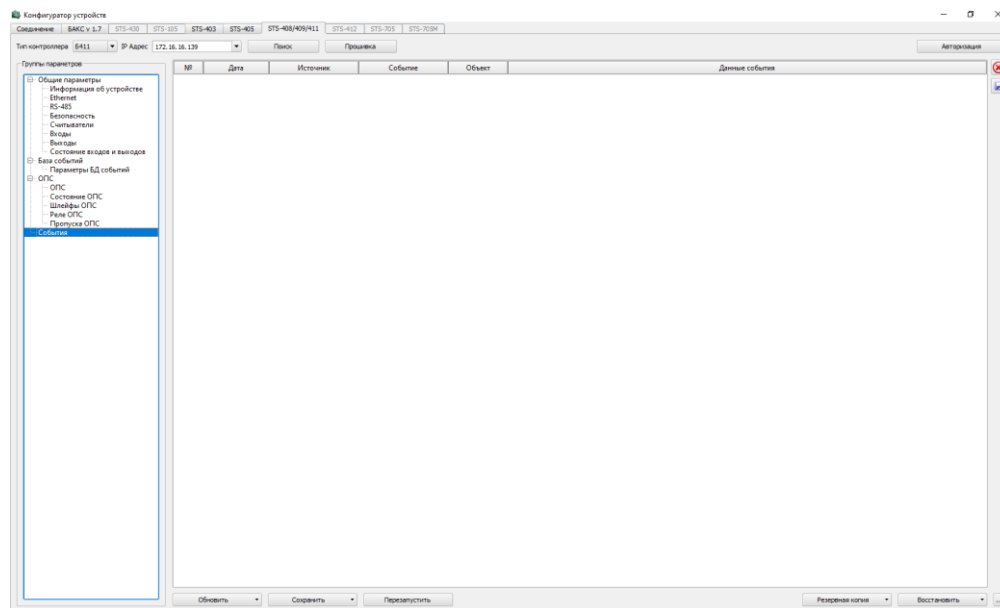

Рисунок 29 – События
– События – сюда записываются события, которые имели место быть в процессе работы прибора (рисунок 29).